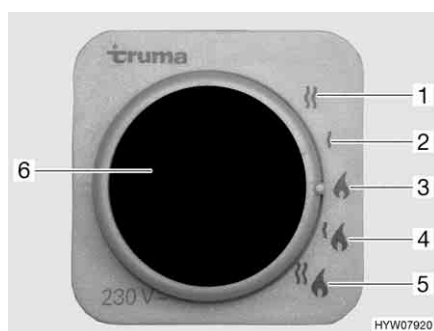

Fig. 107 Selettore di energia per riscaldamento/boiler
- Funzionamento a gas (Fig. 107,3)
- Funzionamento elettrico a 230 V con gradi di potenza da 900 W (Fig. 107,2) oppure 1800 W (Fig. 107,1)
- Funzionamento a gas e funzionamento elettrico a 230 V (funzionamento misto) con gradi di potenza da 900 W (Fig. 107,4) oppure 1800 W (Fig. 107,5)
Se viene selezionato il funzionamento elettrico a 230 V, la spia gialla di controllo si accende (Fig. 107,6).